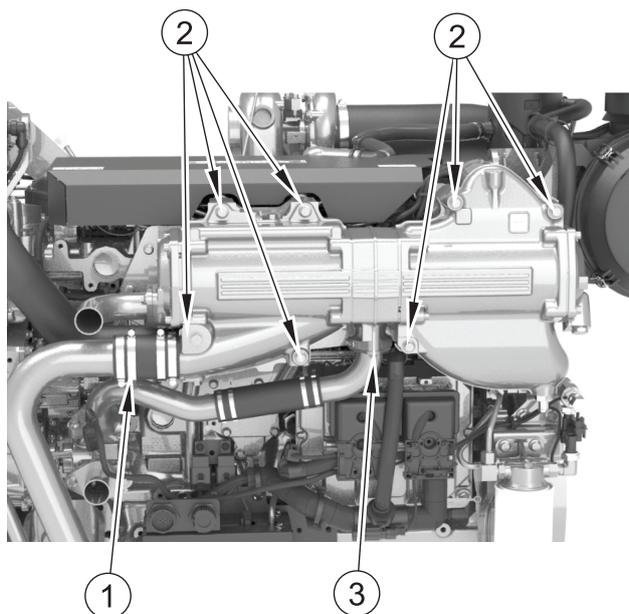

Figura 16
2. Allentare le fascette fermatubi (figura 16 voce 1).